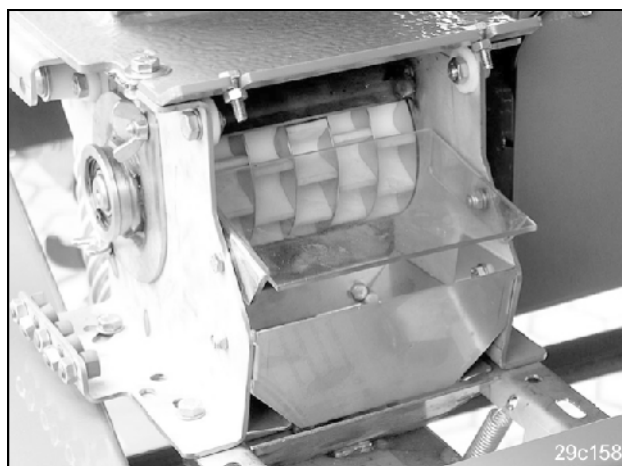

Fig. 72
- La figura (Fig. 72) muestra la trampilla cerrada.